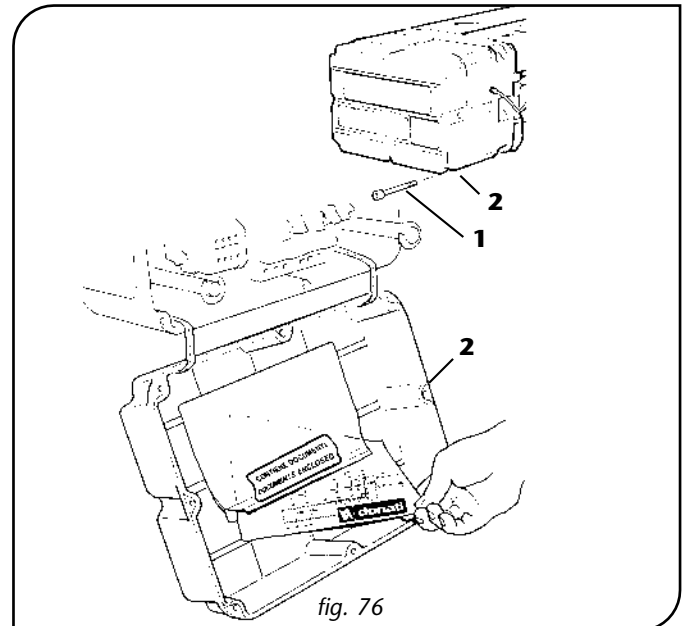

fig. 76
3. Desserrer intégralement les vis -1- du capot côté connexions électriques (côté opposé au moteur), ôter le capot -2- et vérifier que le schéma des connexions se trouve à l'intérieur (fig. 76).
6. Remettre le schéma des connexions en place dans le capot et remonter le capot -2- en prenant soin de ne pas détériorer le joint et/ou la surface de contact et en serrant à fond les vis -1- (fig. 76).